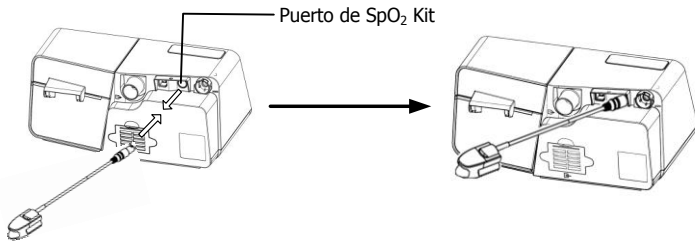

Fig. 14-2
(1) Inserte el conector del Kit de SpO₂ en el **Puerto** del **kit de SpO₂** del dispositivo, como se muestra en la Fig. 14-2.